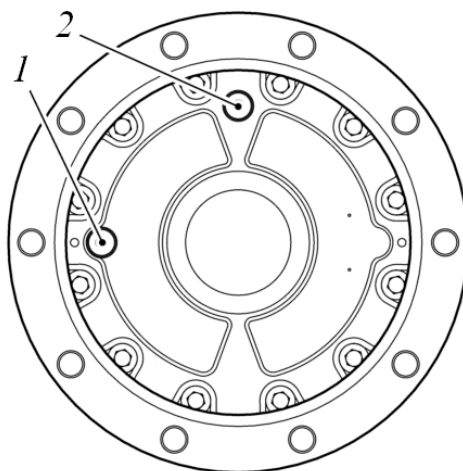

Рисунок 5.81. Процедура замены масла в бортовом редукторе (шаг 2)
- Двигая машину взад и вперед, установить редуктор в позицию, когда одно отверстий находится горизонтально, а другое вертикально (или практически вертикально), см. рис. 5.81.
- Через наливное отверстие 2, рис. 5.81, заправить в редуктор свежее масло. Заправку производить до момента пока из контрольного отверстия 1 не начнет